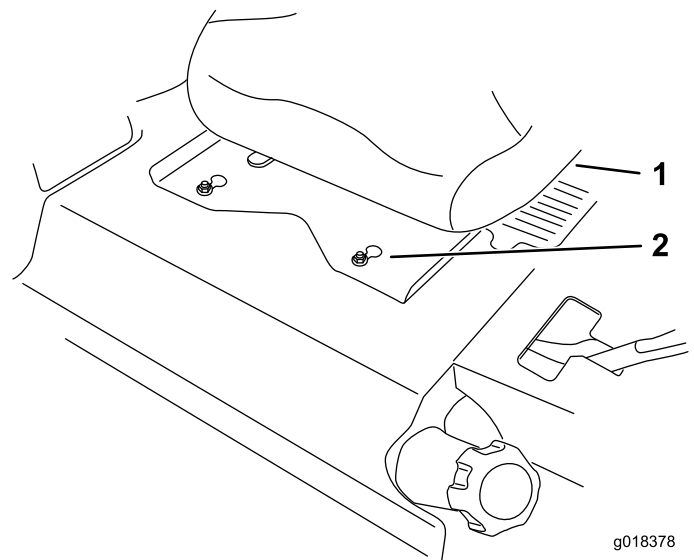

図 1
5. 座席と座席プレートを前にスライドさせて、前ナットをキーホールに通す（図 1）。